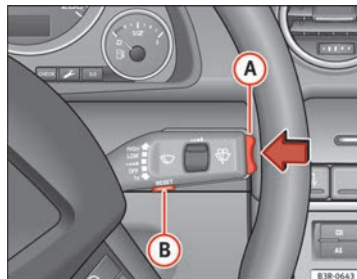

Fig. 58 Palanca del limpiaparabrisas: Interruptor-selector de funciones
- Pulse el conmutador-selector de funciones en la palanca del limpiaparabrisas **A** $\Rightarrow$ fig. 58, en la parte superior o bien inferior, para modificar el valor programado. Un aumento o disminución de la velocidad podrá almacenarse a intervalos de 10 km/h.
- Pulse la tecla Reset dispuesta en la palanca del limpiaparabrisas **B** $\Rightarrow$ fig. 58 hasta que aparezca tachado el símbolo de advertencia del límite de aviso 2.